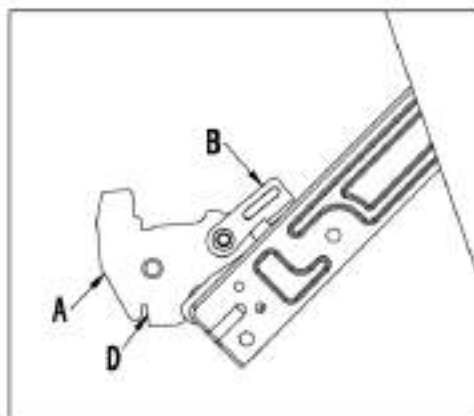

Fig. 1
- Abra completamente la puerta y levante las 2 palancas "B" (fig.1);